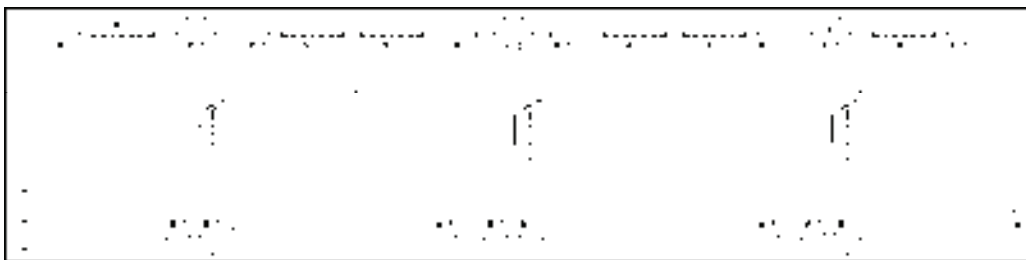

图 14-27 绘制楼梯
3) 重复上述操作，绘制参数一致的双跑楼梯，结果如图 14-27 所示。